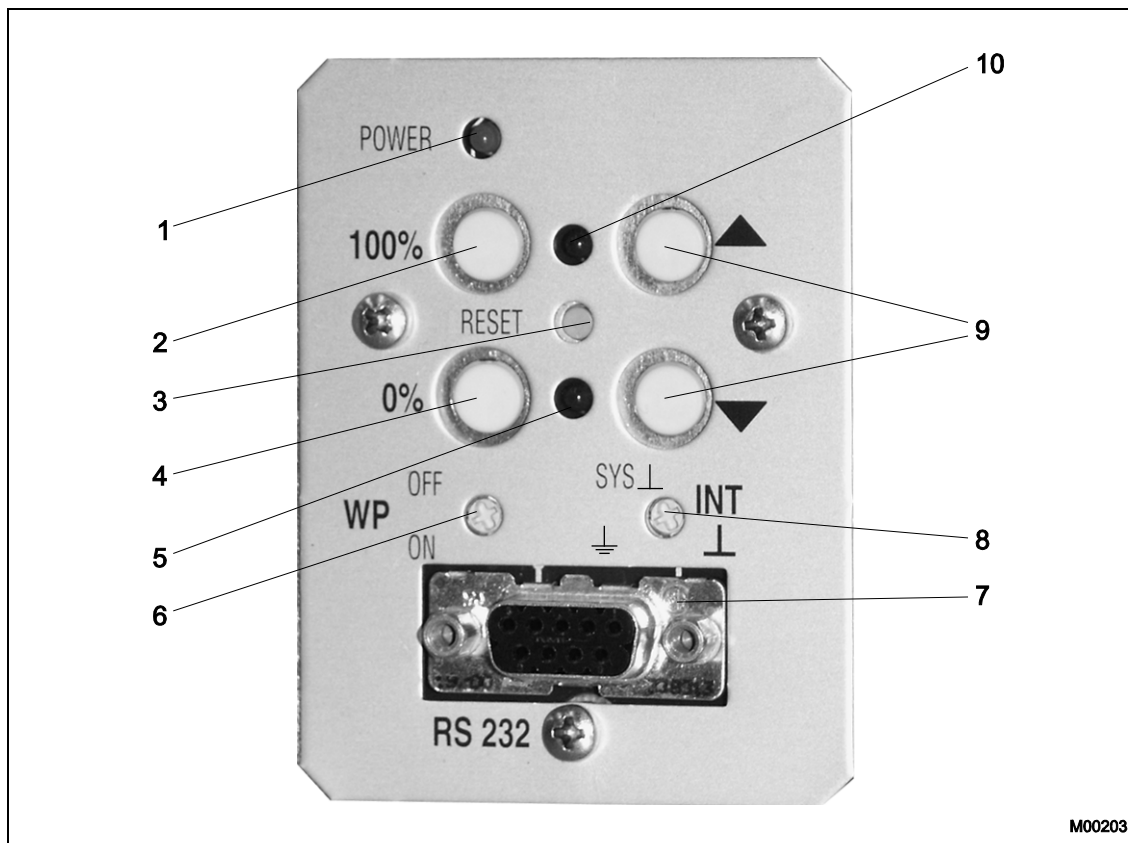

Рис. 20: Сервисно-эксплуатационная панель (СЭП)
Светодиоды (поз. 5 и поз. 10, Рис. 20) мигают с разной частотой в соответствии с активированной функцией.
- Переключить электронный блок в режим «Настройка». Для этого одновременно нажать обе кнопки пуска (9) и удерживать нажатыми в течение прим. 5 с, пока оба СИДа (поз. 5 и 10 на Рис. 20) не начнут мигать с частотой 4 Гц.
Переключатель потенциалов соединяет опорный потенциал с системой или с защитным заземлением (см. стр. 29 Рис. 20 поз. 8).